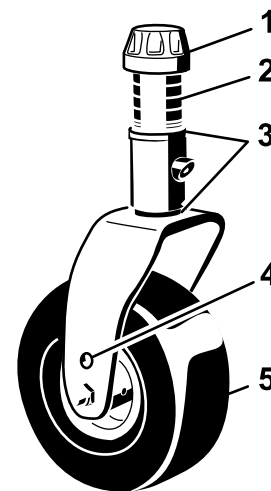

Figure 34
3. Ajoutez ou retirez des cales de 3 mm sur la fourche d'une ou de plusieurs roues pivotantes pour que la hauteur de coupe corresponde à celle indiquée sur l'autocollant (Figure 34) ; voir Mesure de l'inclinaison du plateau de coupe \(page 68\).